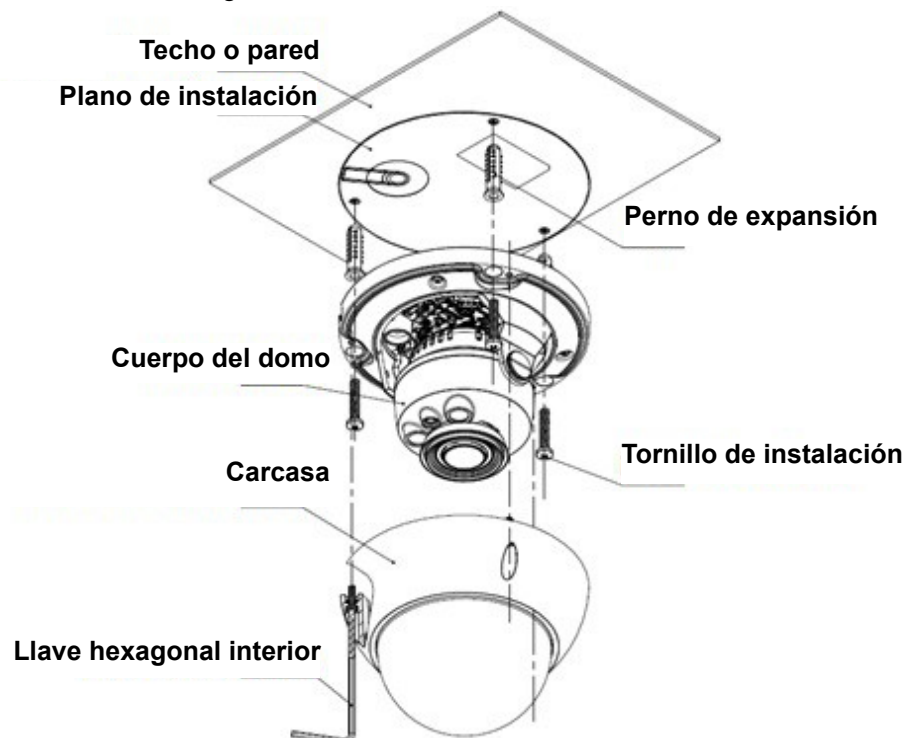

Figura 2-8 Cámara varifocal motorizada
- Si necesita que el dispositivo recupere la configuración de fábrica, mantenga pulsado el botón "Reinicio (Reset)", mostrado en la Figura 2-8, durante 10 segundos con el dispositivo encendido.